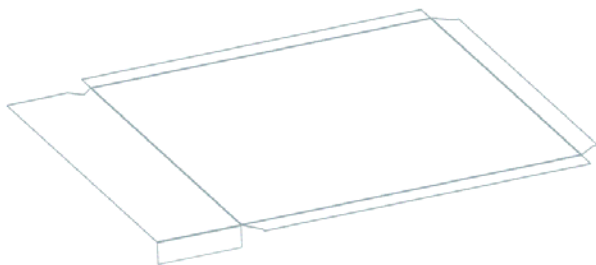

图 11-97 创建弯边特征
(4) 在“弯边”对话框中，单击  按钮，创建弯边特征，如图 11-97 所示。